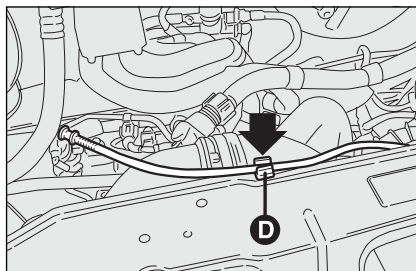
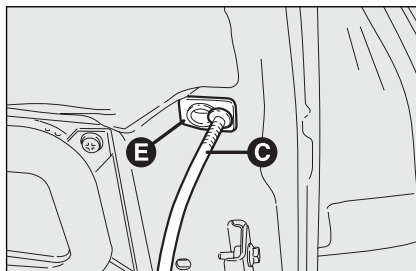

fig. 122
fig. 123
- til de motorkap op en trek gelijktijdig de steunstang **fig. 122** uit de klem **D**; steek vervolgens het uiteinde **C-fig. 123** van de stang in de zitting **E** op de motorkap.
- houd de motorkap met een hand omhoog, trek met de andere hand de stang **C**-fig. 123 uit de zitting **E** en plaats de steunstang terug in de klem **D**-fig. 122;